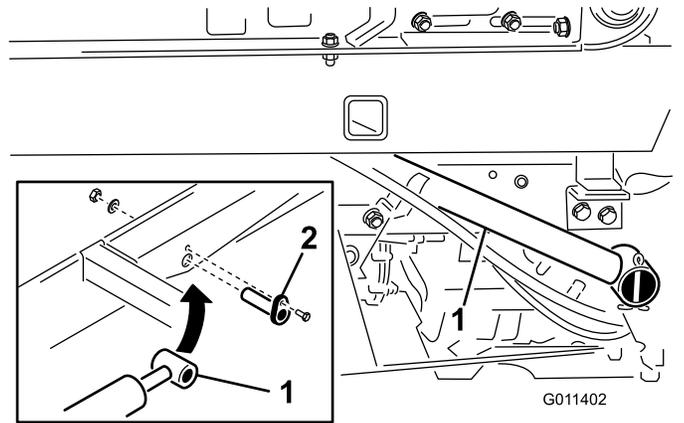

图11
1. 用保险销将各个提升油缸杆端固定到铺沙机底座上 图11。
2. 用 1 个 1/4 x 3/4 英寸的平头螺丝、扁平垫圈和螺母将各个油缸销固定到铺沙机底座上 图11。